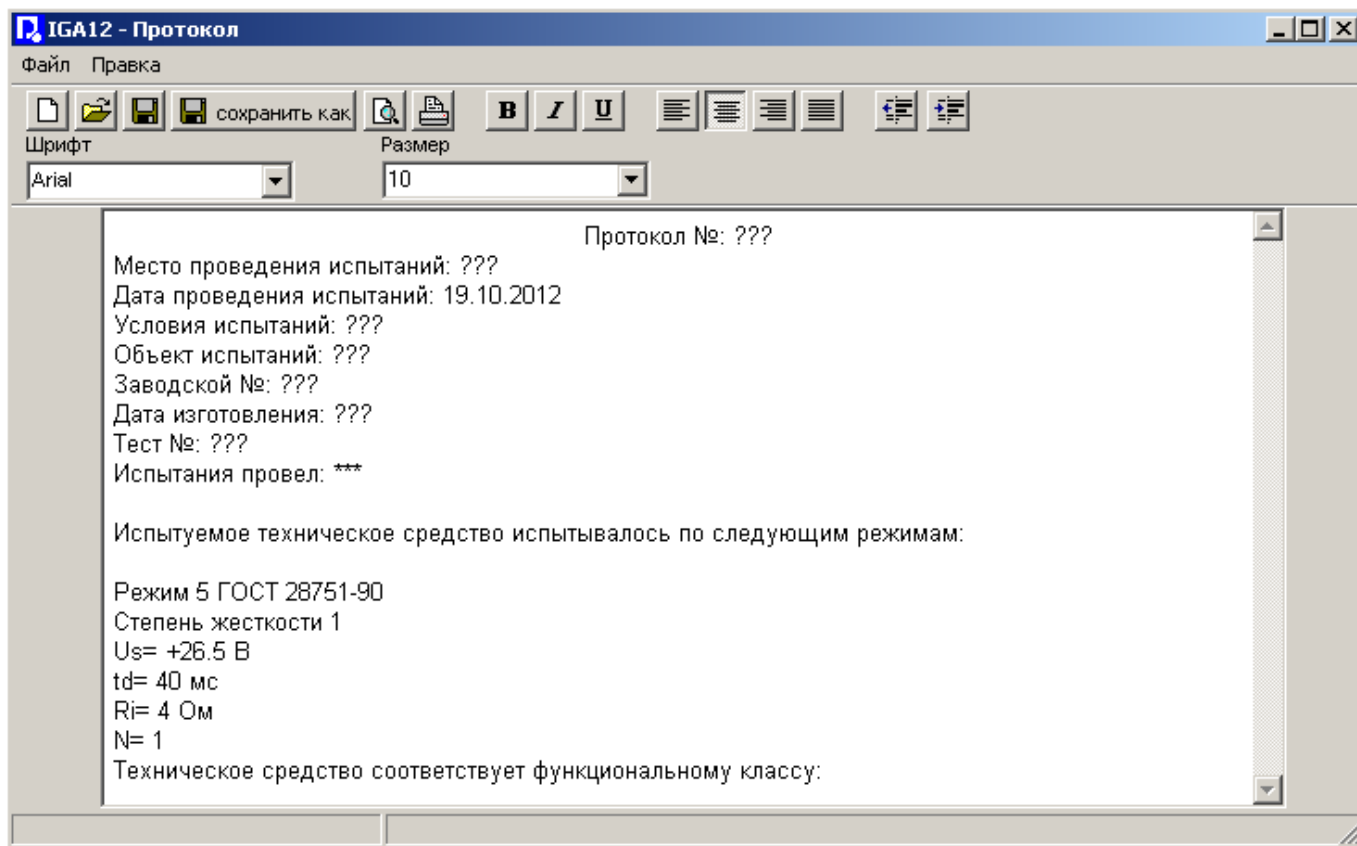

Рисунок 15
7.11.3.2 «Создать протокол» - открывает окно «ИГА12 – Протокол» (см. рисунок 15)